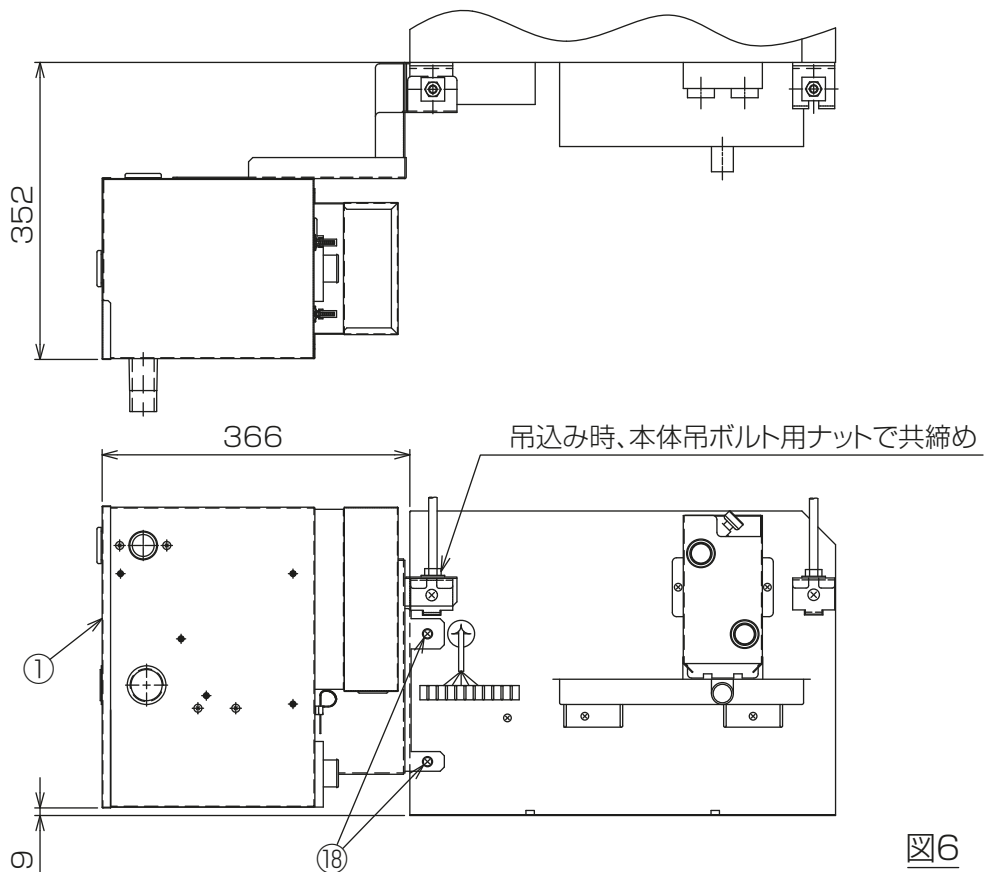

図6
(2)FCU本体に品番①ドレンアップメカを品番⑱座付タッピンネジ5×10(2本)にて取付けてください。[図6]